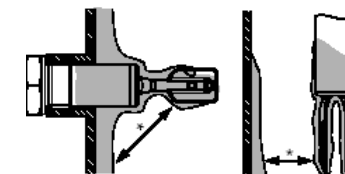

Рисунок 5
2.4.3 При установке в емкости лопатки датчика должны полностью выступать внутрь и ориентироваться вертикально. При установке следует учитывать возможность налипания на лопатки вязких фракций. Для исключения влияния налипания следует увеличить дистанцию от камертона до стенок емкости (рисунок 5).